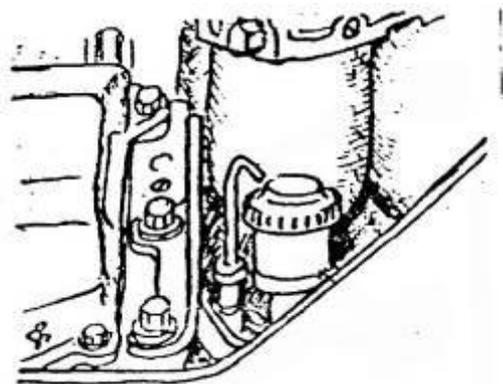

Рис. 10 Маслозаливная горловина и указатель масла
- залить моторное масло через маслозаливную горловину до верхней метки маслоуказателя. (рис. 10)